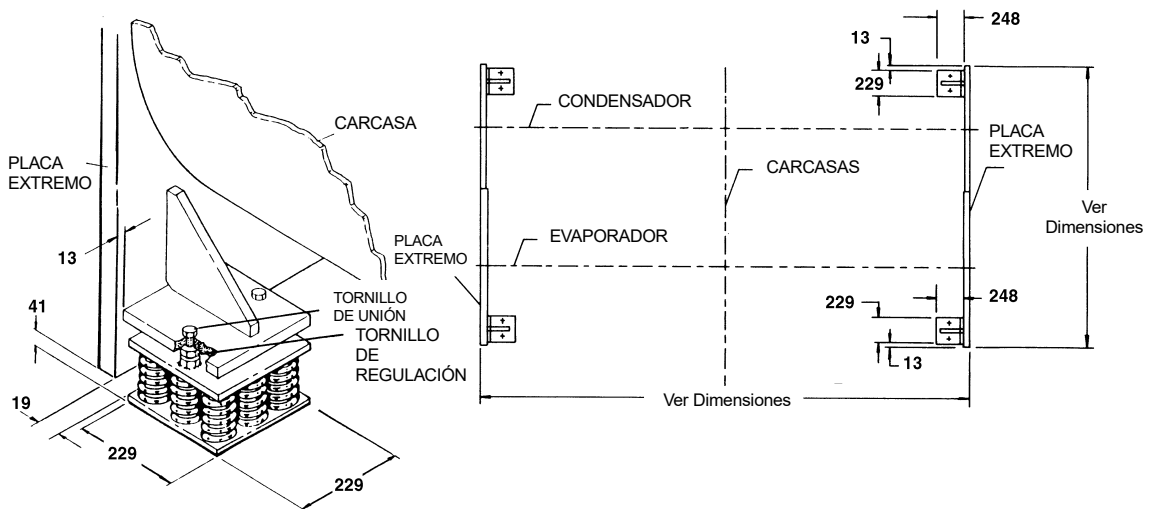

Figura 4.2 Soportes Antivibratorios de Neopreno
Los tornillos de nivelación deben girarse una (1) vuelta cada vez, en secuencia, hasta que las placas extremo del equipo estén separadas del suelo la distancia que indica la Figura 4.2 y el equipo esté nivelado. Comprobar que, efectivamente, el equipo está bien nivelado, tanto en sentido longitudinal como transversal (ver el apartado Nivelación del Equipo). Si los tornillos de nivelación no fuesen lo suficientemente largos como para nivelar el equipo, debido a que la superficie del suelo o de la bancada de soportación fuese irregular o estuviese inclinada, deberían colocarse suplementos de acero debajo de los soportes antivibratorios.